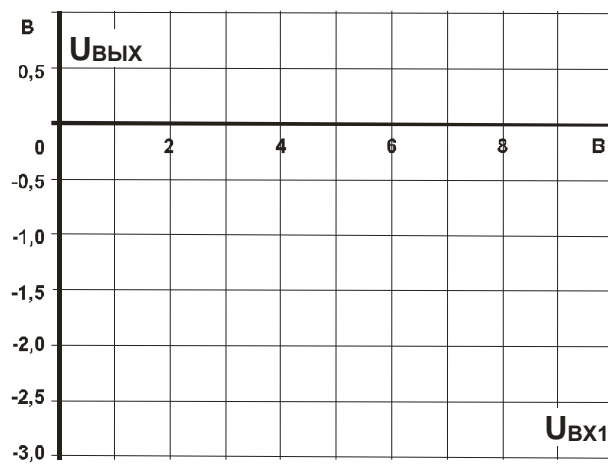

Рис. 8.3.4.
- Повторите все измерения для $R_{ВХ1} = R_{ВХ2} = 4,7 \text{ кОм}$, занесите результаты измерений в таблицу 8.3.2 и постройте зависимости на графике (рис. 8.3.4).